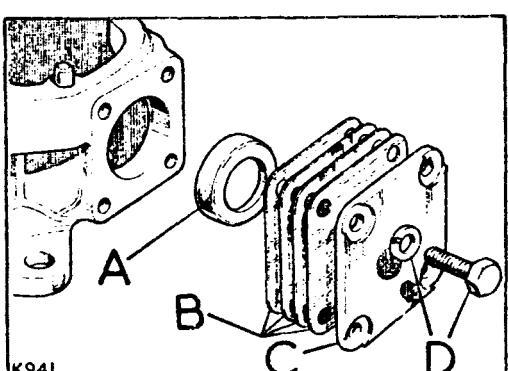

Fig. G1-49.- Tapa inferior
1.7.- Soltar los tornillos y arandelas, D (Fig. G1-49) y retirar la tapa, C, con sus suplementos, B, y rodamiento inferior, A.